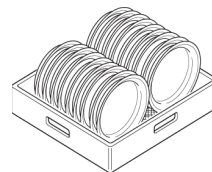

Abb. 34
- 1- Setzen Sie die Teller mit nach vorne gerichteter Vorderseite ein. (Abb. 34)